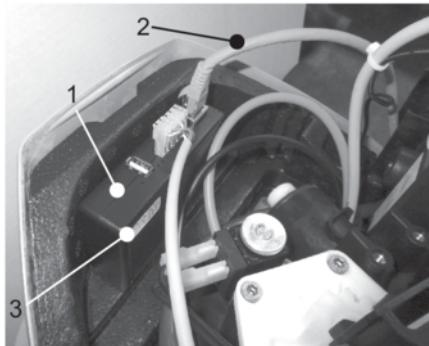

Abb. 14: Connectivity-Modul
3. LAN-Kabel in die LAN-Steckdose des Connectivity-Moduls einstecken (siehe Abbildung 14).
- den QR-Code auf dem Aufkleber des Connectivity-Moduls (siehe Abbildung 14) oder seitlich am Gehäuse der Enthärtereinheit mit Hilfe der JU-Control App abscannen oder
- die MAC-Adresse auf dem Aufkleber des Connectivity-Moduls (siehe Abbildung 14) oder seitlich am Gehäuse der Enthärtereinheit verwenden.